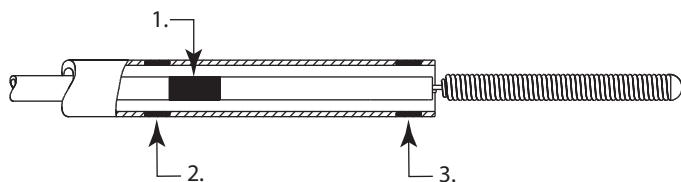

Figure 2
- Continuer à faire avancer la spirale détachable AXIUM™ jusqu'à ce que le marqueur d'alignement de la spirale sur le dispositif d'insertion d'implant soit tout juste distal par rapport au marqueur proximal du microcathéter. (Voir Figure 2).